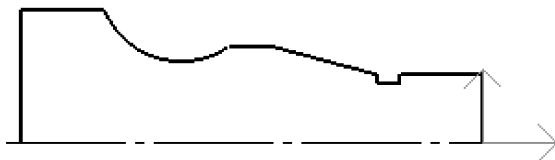

图 8-4 修剪后的外轮廓
4) 曲线裁剪和删除。在菜单栏中选择【修改】→【裁剪】和【删除】命令, 或者单击【编辑工具】工具栏中的 ✂ 和 ✖ 按钮, 在弹出的立即菜单中选择【快速裁剪】选项, 状态栏中提示拾取要裁剪的线段, 用鼠标直接拾取被裁剪的线段, 即可直接删除没用的线段。拾取完毕后单击鼠标右键确定。修剪后的图形如图 8-4 所示。